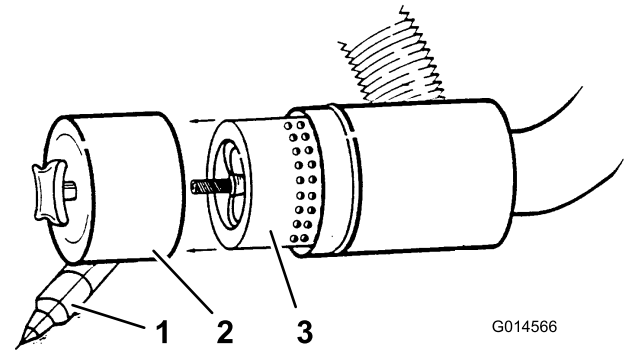

Figure 51
Faites l'entretien de l'élément principal du filtre à air uniquement quand l'indicateur de colmatage (Figure 51) indique que cela est nécessaire. Changer le filtre à air prématurément ne fait qu'accroître le risque de contamination du moteur par des impuretés quand le filtre est déposé.
3. Déposez et remplacez le filtre (Figure 51).